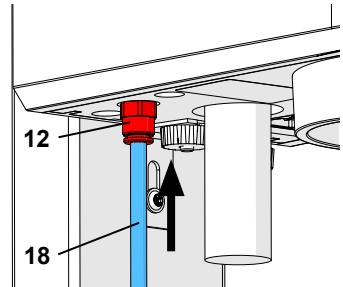

Fig. 5-a
**!** Sur les modèles plus anciens, le filtre d'entrée (13) se trouve à l'extérieur de l'appareil (Fig. 5-b). Dans ces cas, introduire le tuyau à air comprimé (18) dans le filtre d'entrée (13). Lors de cette opération, il faut pousser au-delà d'une légère résistance. Ne JAMAIS utiliser l'appareil sans filtre d'entrée !